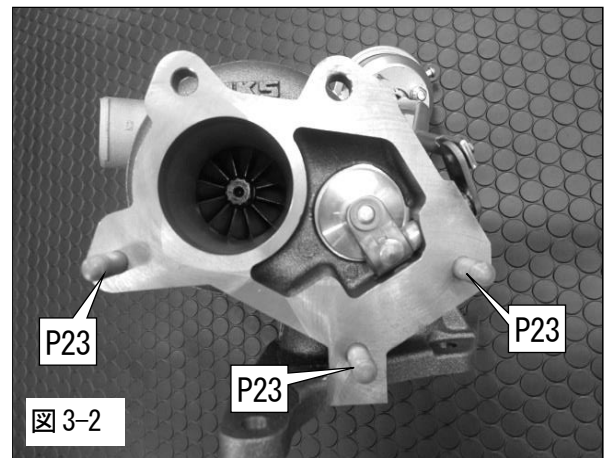

図 3-2
- (1) ターボチャージャ Assy のコンプレッサホイール, タービンホイール, コンプレッサハウジング, タービンハウジング, センターハウジングにもエアガンでエアブローを行ない, 異物がないことを確認してください。
- (2) ターボチャージャ Assy のオイルライン入口から, 新品のエンジンオイルを注入し, ホイールを指で回転させて, ベアリング部にオイルを行き渡らせてください。(エンジン始動時の潤滑不良を防止するため)
- (3) ターボチャージャ Assy にスタッドボルト M10 10-6-20 を取付けてください。(図 3-2)